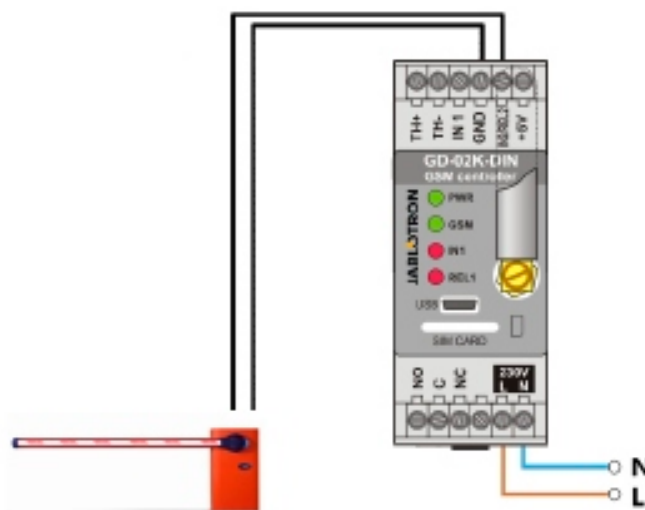

Abb. 2: Tor-Controller GDO2K-DIN.
- Diese Anwendung benötigt eine Kontaktverbindung mit dem Ausgang REL2/GND und dem Kleinspannungseingang eines gesteuerten Tores, siehe Abbildung 2.